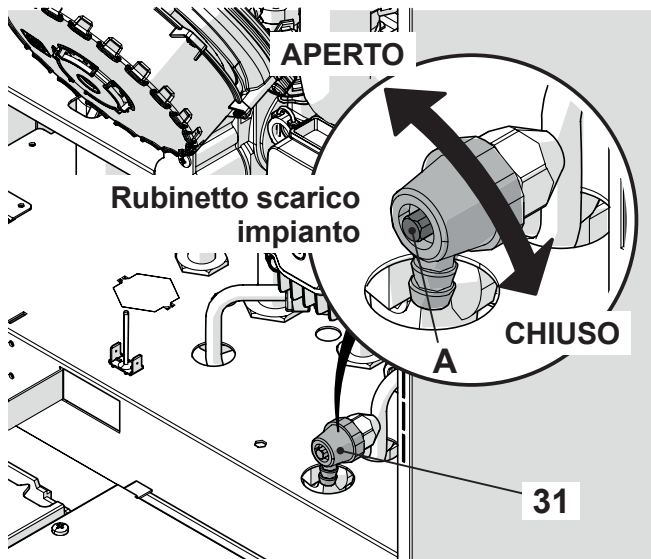

Figura 14.5
- Allentare l'esagono **A** del rubinetto di scarico impianto 31 indicato in Figura 14.5.